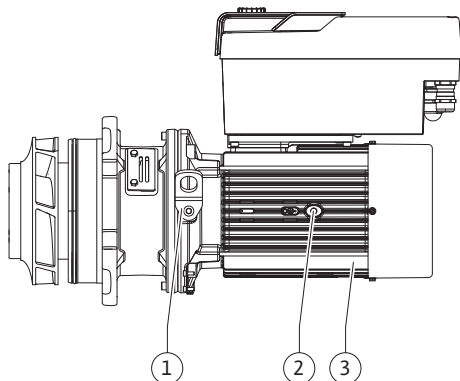

Fig. 107: Ansamblu motor cu rotor hidraulic
13. Introduceți ansamblul motor cu rotor hidraulic (a se vedea Fig. 107) în carcasa pompei în poziția inițială sau în altă poziție înclinată dorită. Totodată țineți cont de pozițiile admise de montare ale componentelor (a se vedea capitolul „Poziții de montare admise și modificarea dispunerii componentelor înainte de instalare” [► 25]).